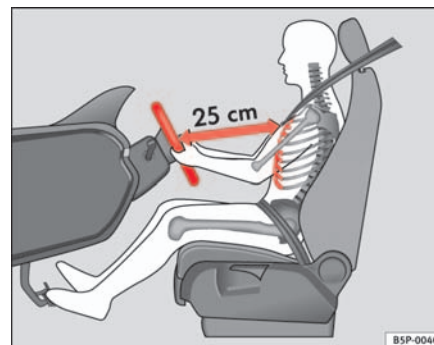

Fig. 90 Position de conduite correcte
- Réglez le volant jusqu'à ce que vous obteniez la position souhaitée $\Rightarrow$ fig. 90.
- Réglez le siège du conducteur ou le volant de sorte que la distance entre celui-ci et votre thorax soit au moins de 25 cm ⇒ page 131, fig. 90. Si vous ne respectez pas cette distance minimale, le système d'airbags est dans l'incapacité de vous protéger – danger de mort !